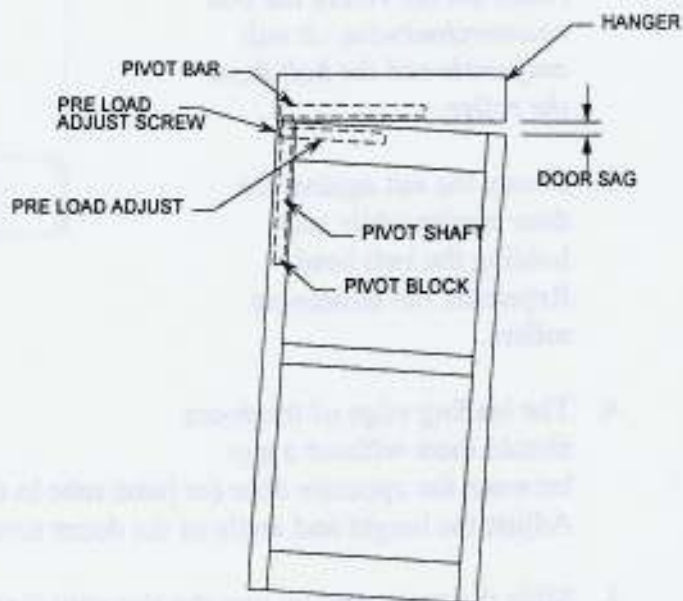

Figure 28
1. Panic the door open to check the door sag (See Figure 28).